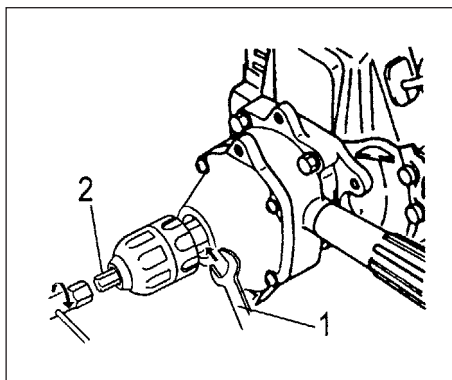

Fig. 2-7C
- Om de sleutellose boorhouder vast of los te draaien, moet u een 19mm moersleutel (1) tussen de drijfwerkkast en de boorhouder plaatsen, om de aandrijf-as te fixeren. Plaats de vergrendelstaaf (2) uit de gereedschapstas in de boorhouder, en draai hem vervolgens met de meegeleverde moersleutel vast (met de wijzers van de klok mee) of los (tegen de wijzers van de klok in). (Fig. 2-7C)